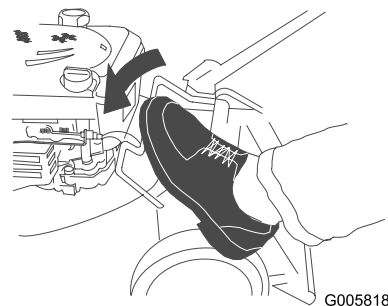

Figura 22
2. Pise la barra de liberación del manillar (Figura 22).